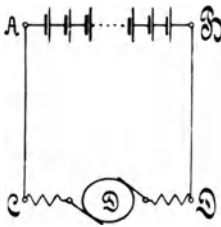

Fig. 7.
58. Von einer aus 60 [80] (200) Zellen bestehenden Akkumulatoren-Batterie (Fig. 7) von je 2 [1,95] (2,01) V elektromotorischer Kraft und 0,0008 [0,0006] (0,0007) Ω innerem Widerstand wird ein Strom von 20 [25] (15) A nach einem 300 [250] (500) m entfernten Elektromotor geschickt.
59. Welchen Querschnitt müssen die Zuleitungen AC und BD (Fig. 7) besitzen, wenn der Spannungsverlust 5 [8] (10) V betragen soll?
60. Welcher Strom würde in dem Kreise ABDCA (Fig. 7) fließen, wenn in dem Motor keine elektromotorische Gegenkraft aufträte, und die übrigen Angaben der Aufgabe 58 entsprächen?